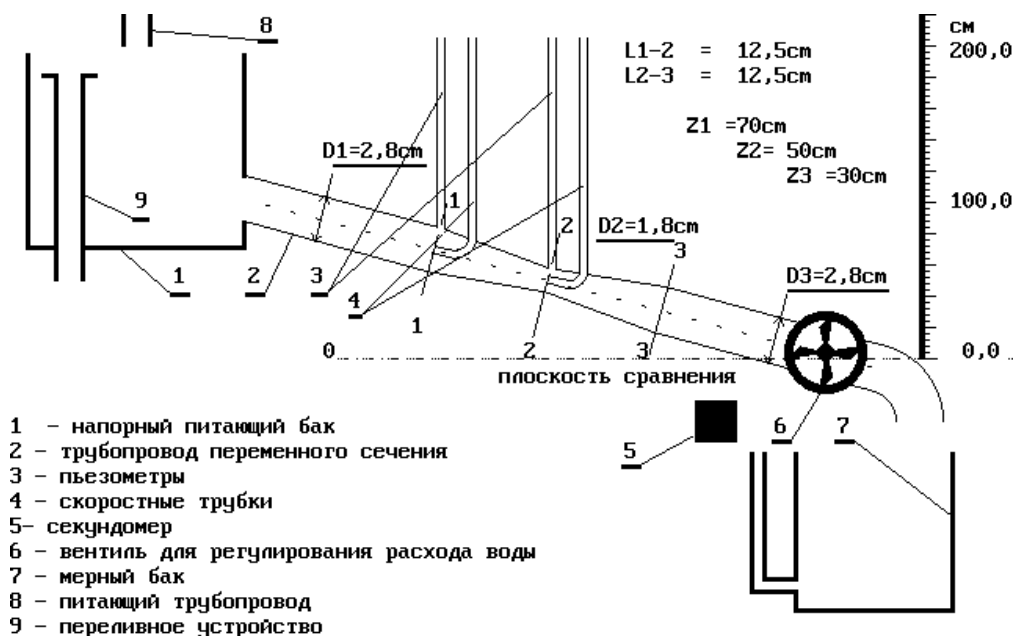

Рис.3. Схема установки
**Описание установки.** Установка (рис.3) представляют собой трубопровод 2 переменного сечения с напорным баком 1, вода в который подается по питающему трубопроводу 8 открытием вентиля 9.